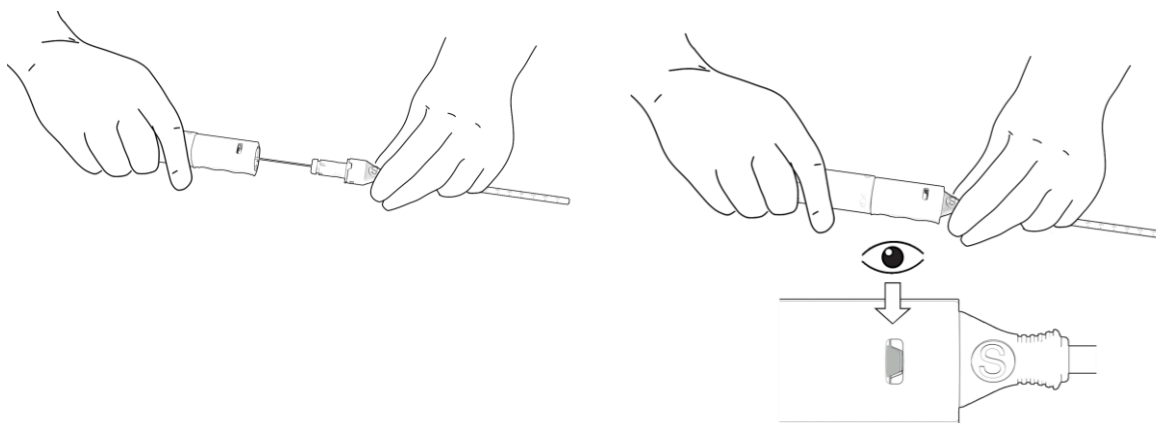

Bild 10. Införande av PerQseal® förslutningsanordning i införingshylsan
- c. Håll i införingshylsan med ena handen och i anordningens handtag med den andra och för försiktigt anordningens handtag framåt. Se till att indikatorerna på införingshylsan och handtaget befinner sig i linje med varandra och att laddningskanylens/hylsans fattning låser sig (med ett klickljud) i anordningens handtag. Observera den gröna indikatorn i fönstret. Den bekräftar att handtaget på PerQseal® förslutningsanordning har låsts. Bild 10.